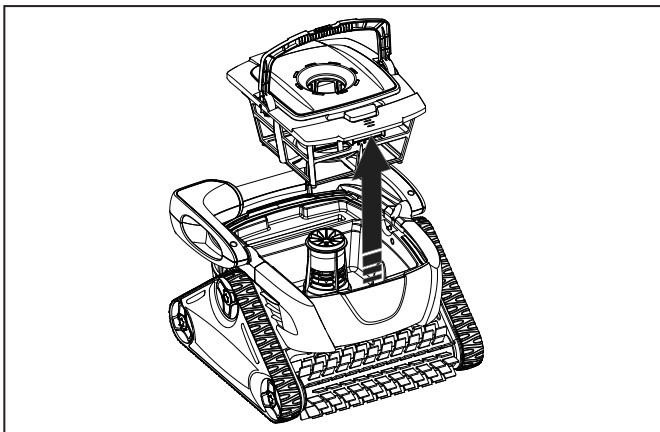

Figura 17. Retire el cartucho del filtro
3. Sujete la manija del cartucho del filtro y levante para quitar el cartucho del filtro (vea la figura 17).